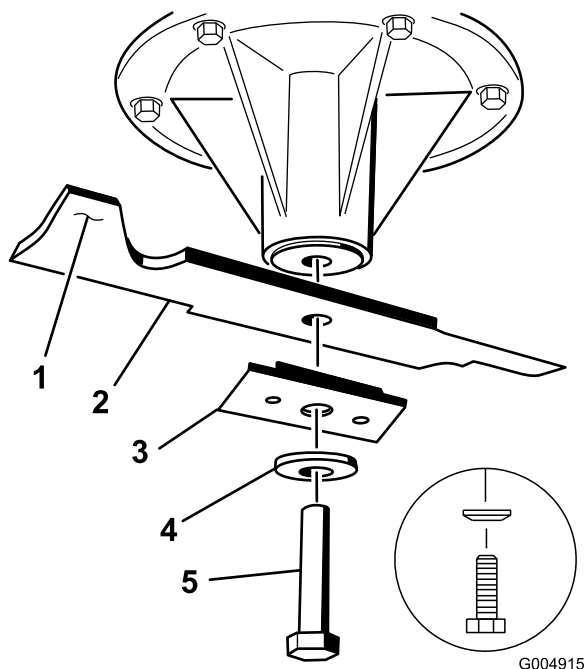

Figura 57
- En las plataformas de cortacésped de 36 y 52 pulgadas, retire del eje el perno de la cuchilla, la arandela curva, el refuerzo y la cuchilla (Figura 57).
- En las plataformas de cortacésped de 36 y 52 pulgadas, instale la cuchilla, el refuerzo, la arandela curva y el perno de la cuchilla (Figura 57).